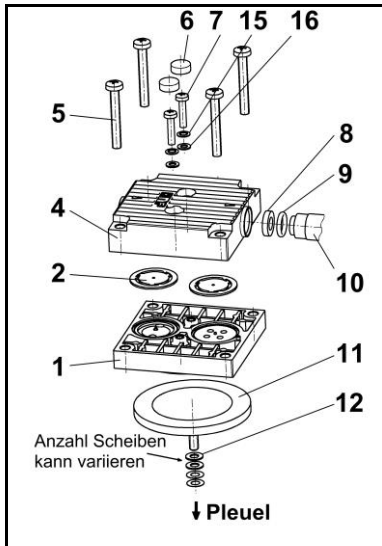

Abb. 10: Pumpenkopf
Distanzstück (Abb. 10/8) wieder in den Kopfdeckel (4) einlegen; Verschaltungsrohr (10) in Bohrung des Kopfdeckels einschieben.
- i** Es ist darauf zu achten, dass auf dem Ende des Verschaltungsrohrs der O-Ring (9) aufliegt.
2. Die beiden durch die pneumatische(n) Verschaltung(en) verbundenen Pumpenköpfe entsprechend der Markierungen (M) auf das Gehäuse setzen.
- i** Dabei darauf achten, dass die Abdeckung (13) am Pumpenkopf anliegt und nicht gequetscht wird. Dazu mit einem kleinen Schraubendreher vorsichtig zwischen Abdeckung (13) und Pumpenkopf entlang fahren.
- i** Wird die Abdeckung zwischen Zwischenplatte (1) und Kopfdeckel (4) eingeklemmt, erreicht die Pumpe nicht die pneumatische Sollleistung.
3. An beiden Pumpenköpfen die Schrauben (5) über Kreuz handfest anziehen (Anzugsmoment: 3 Nm).